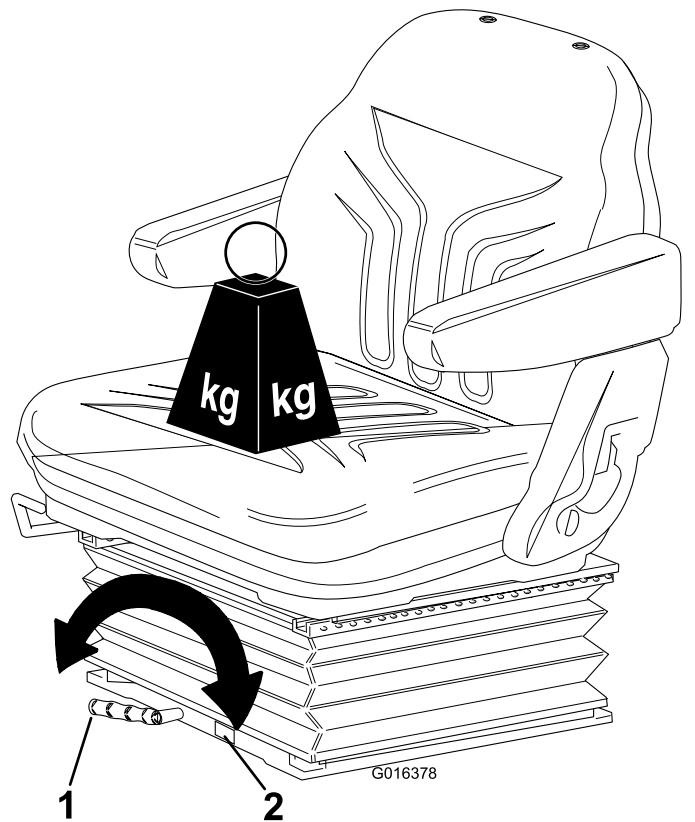

Figura 23
- Gire la palanca en sentido antihorario para aumentar la rigidez de la suspensión y en sentido antihorario para reducirla (Figura 23).